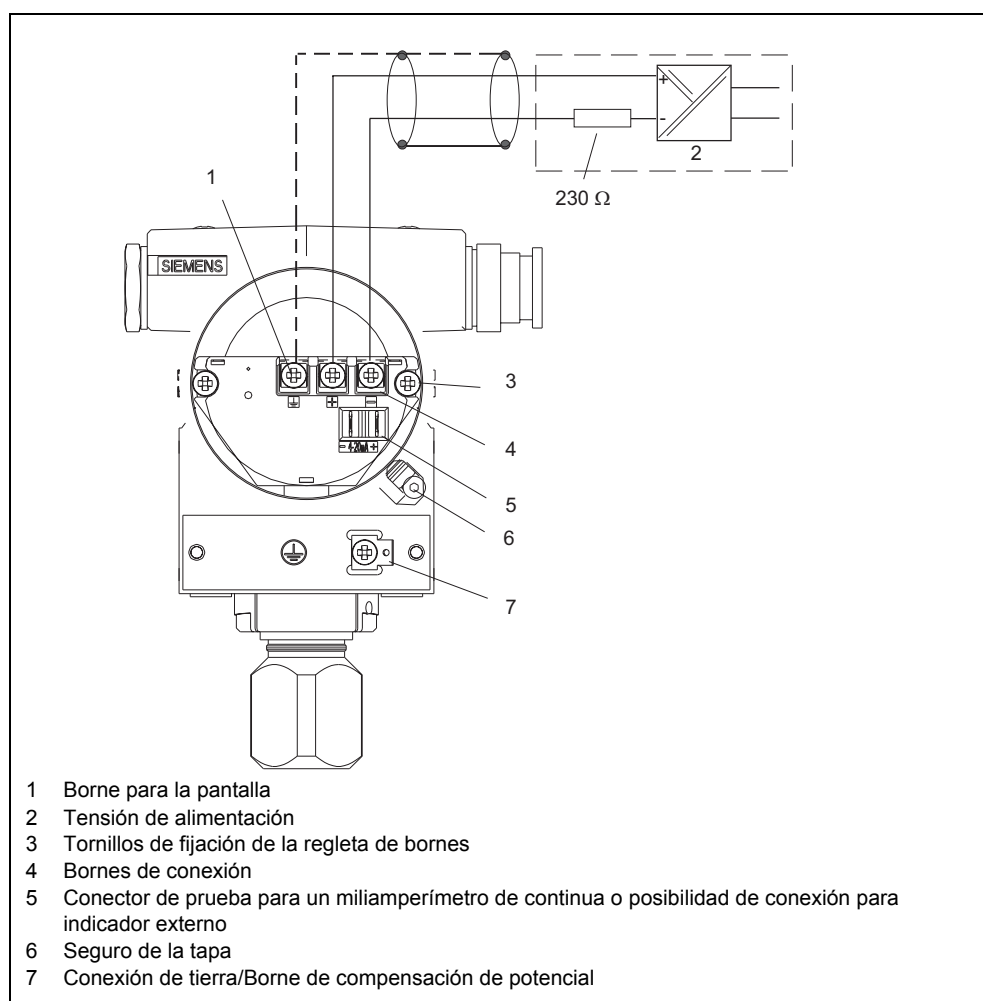

Figura 22 Conexión eléctrica, esquema
3. Conectar los conductores a los bornes "+" y "-" (Figura 22, pág. 107), ¡Tener en cuenta la polaridad!
Para lograr una comunicación sin fallos, ha de existir en el circuito al menos una carga de 230Ω (véase la Figura 22, pág. 107). Si se utilizan barreras separadoras para transmisores Smart, p. ej. Siemens tipo 7NG4021, dicha resistencia se encuentra integrada en el mismo (Figura 6, pág. 80).